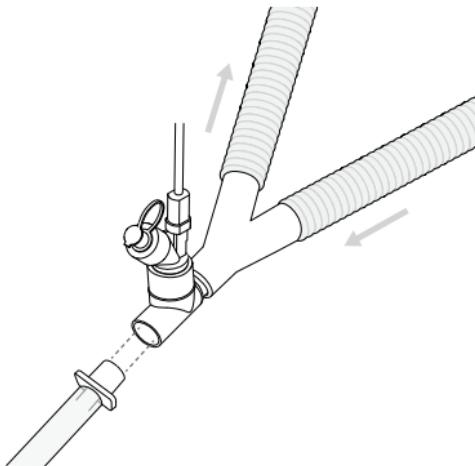

Abbildung 8. Der Aerogen Solo kann zwischen dem Y-Anschlussstück und dem Endotrachealschlauch angebracht werden
3. Der Aerogen Solo kann, wie in Abbildung 8 gezeigt, zwischen dem Y-Anschlussstück und dem Endotrachealschlauch angebracht werden. Der Aerogen Solo kann zusammen mit einem Wärme-/Feuchtigkeitsaustauscher (HME) mit Filter verwendet werden.